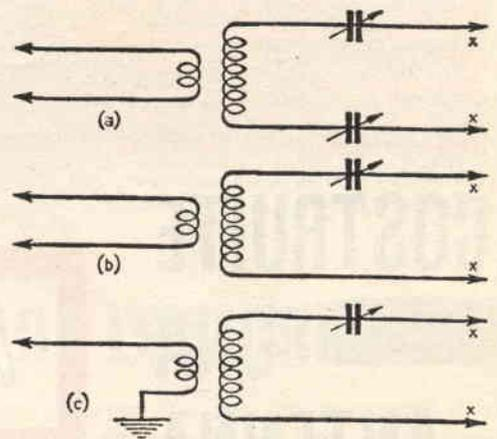
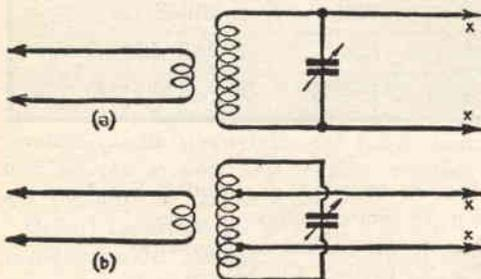

Fig. 3
Fig. 4
In Fig. 3 sono indicati 3 circuiti per adattamento in serie ed in Fig. 4, 2 circuiti per adattamento in parallelo. Nell'esempio a Fig. 3, vengono impiegati due condensatori variabili, uno su ogni terminale della linea di alimentazione, però di solito basta un solo variabile, che verrà collegato in serie ad uno dei terminali indifferente, come nell'esempio b. Sia in a che in b, la bobina d'antenna è accoppiata al ricevitore tramite un link di accoppiamento. Se però l'ingresso del ricevitore non prevede l'uso di un dipolo, un terminale del link sarà connesso al terminale d'antenna, e l'altro a massa (vedi esempio c).
Quando invece l'adattamento è in parallelo, il variabile sarà collegato appunto in parallelo alla bobina di adattamento, come in Fig. 4 a. Quando si lavora in trasmissione, per poter assicurare allo stadio finale l'esatto carico necessario, può essere necessario collegare la discesa a prese intermedie della bobina, equidistanti dagli estremi, ed in questo caso, il circuito sarà simile a quello di Fig. 4 b. Quando si usa un circuito di accordo in parallelo, si può tentare di mettere
- X = da connettere ai circuiti di Fig. 3 o 4
- Fig. 3 - Sintonizzazione in serie.
- Fig. 4 - Sintonizzazione in parallelo.